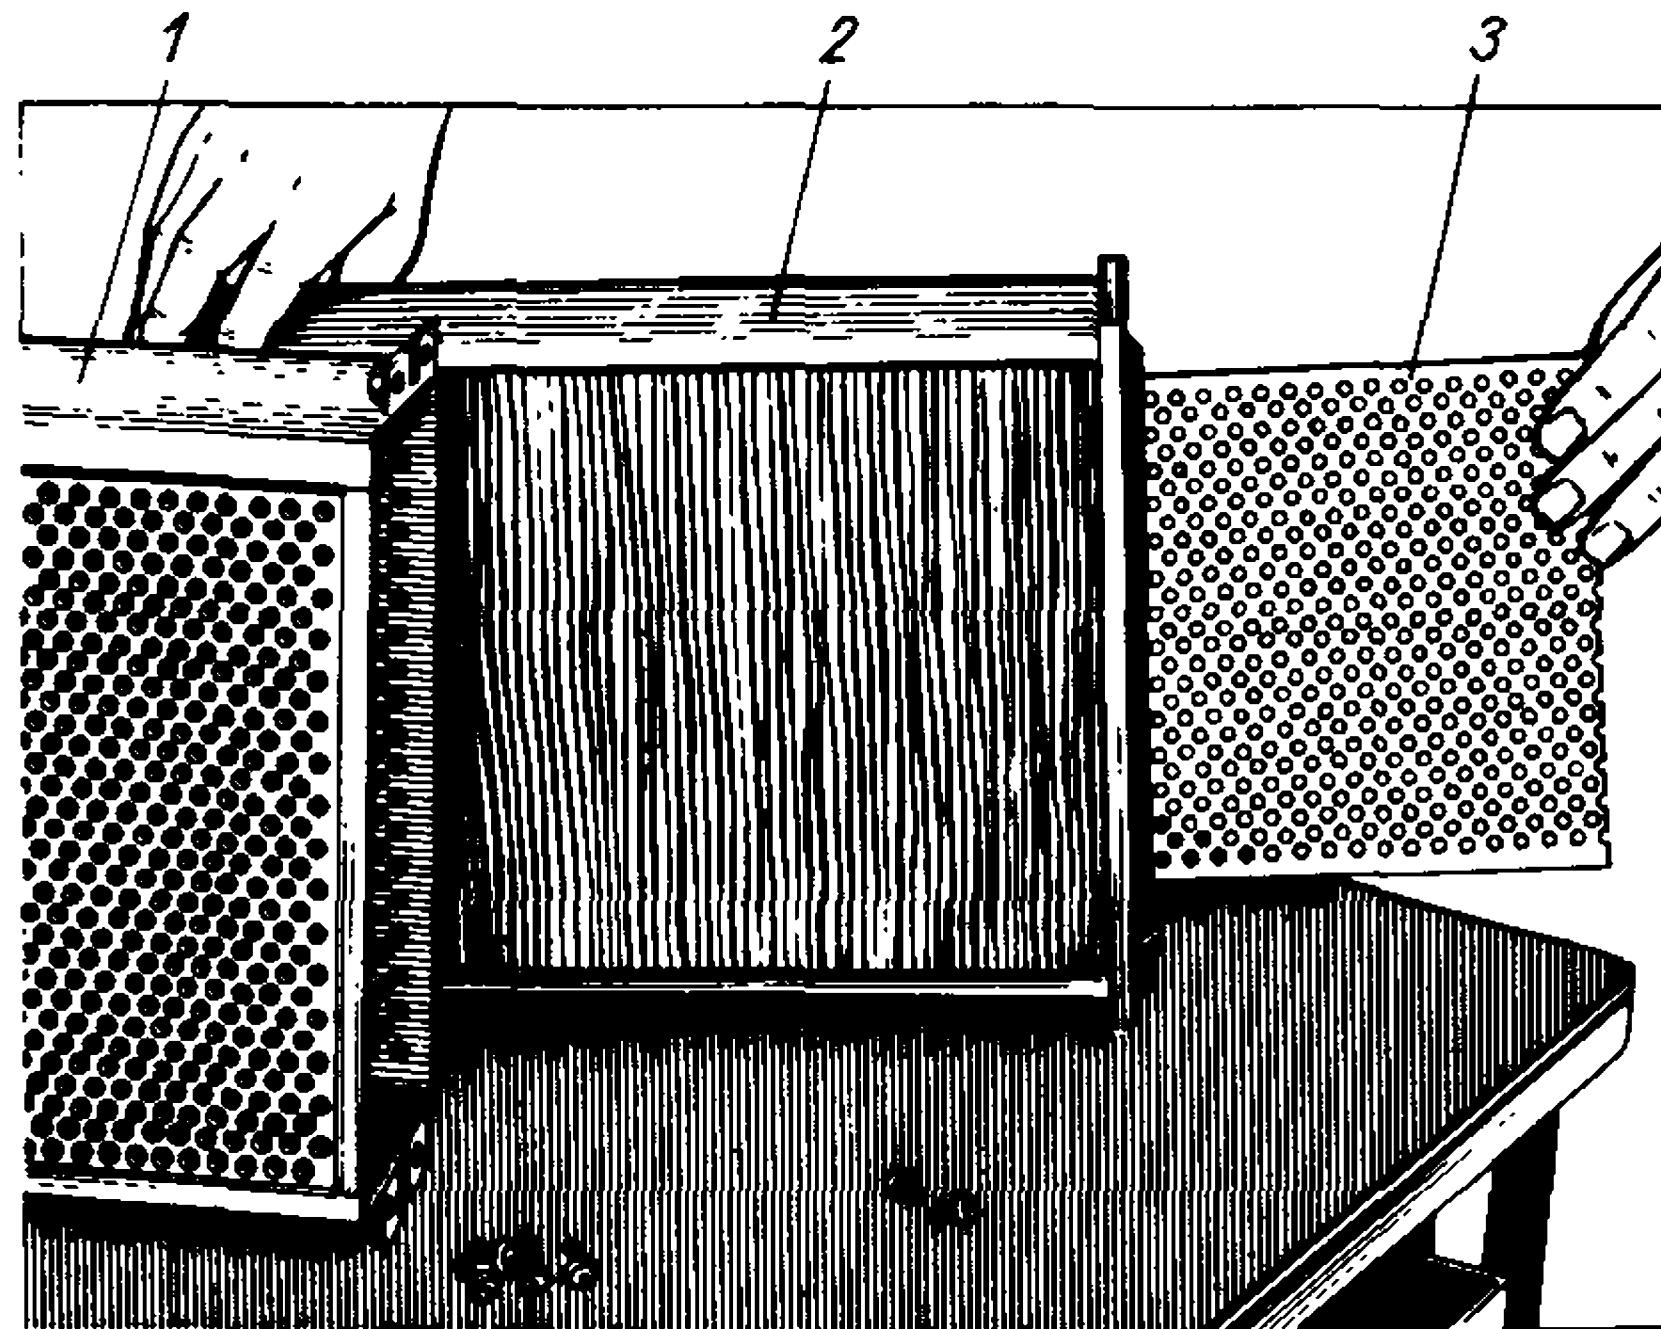

Рис. 75. Разборка кассеты
– отверните четыре болта крепления планки и выньте фильтрующий элемент (рис. 75) из кожуха кассеты;